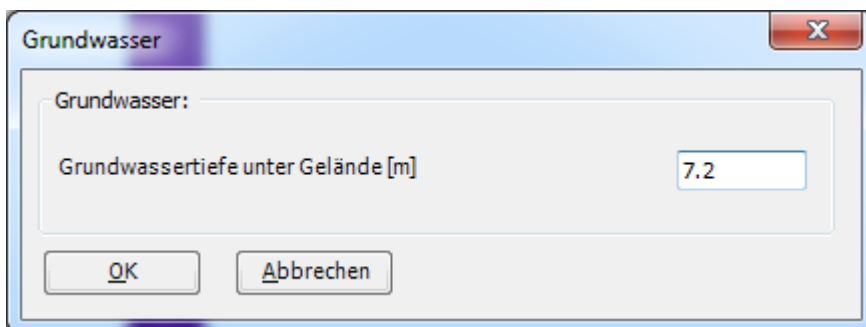

Bild 9.17 Dialogfeld "Grundwasser unter Gelände"
- Doppelklicken Sie auf Grundwasserspiegel. Das entsprechende Dialogfeld (Bild 9.17) erscheint, um das Grundwasser unter Gelände zu modifizieren